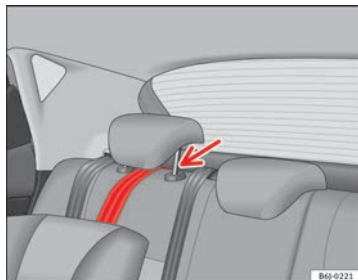

Abb. 36 Befestigungsgurt: korrekte Einstellung und korrekter Einbau
- Führen Sie den Befestigungsgurt des Top Tether unter der Rückstützkopfstütze hindurch → Abb. 36 (dazu ggf. die Kopfstütze nach oben verstellen).